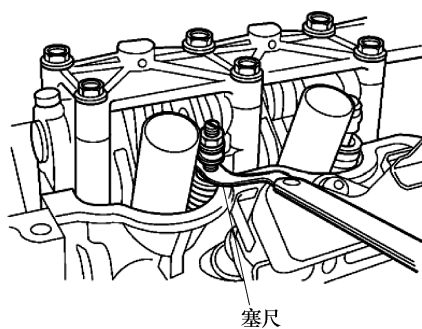

图 2-128 测量气门间隙
4) 将塞尺插入调节螺钉与 1 号气缸气门挺杆端部之间, 并前后滑动塞尺, 这时应感觉有轻微的阻力, 见图 2-128。